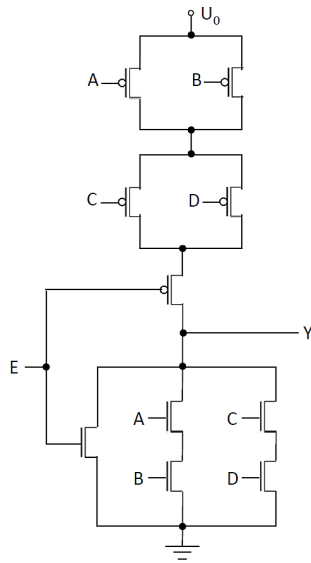

Abbildung 3: CMOS Komplexgatter
2. Welche Schaltfunktion Y realisiert das in Abbildung 3 gegebene komplexe CMOS-Gatter? (5P)